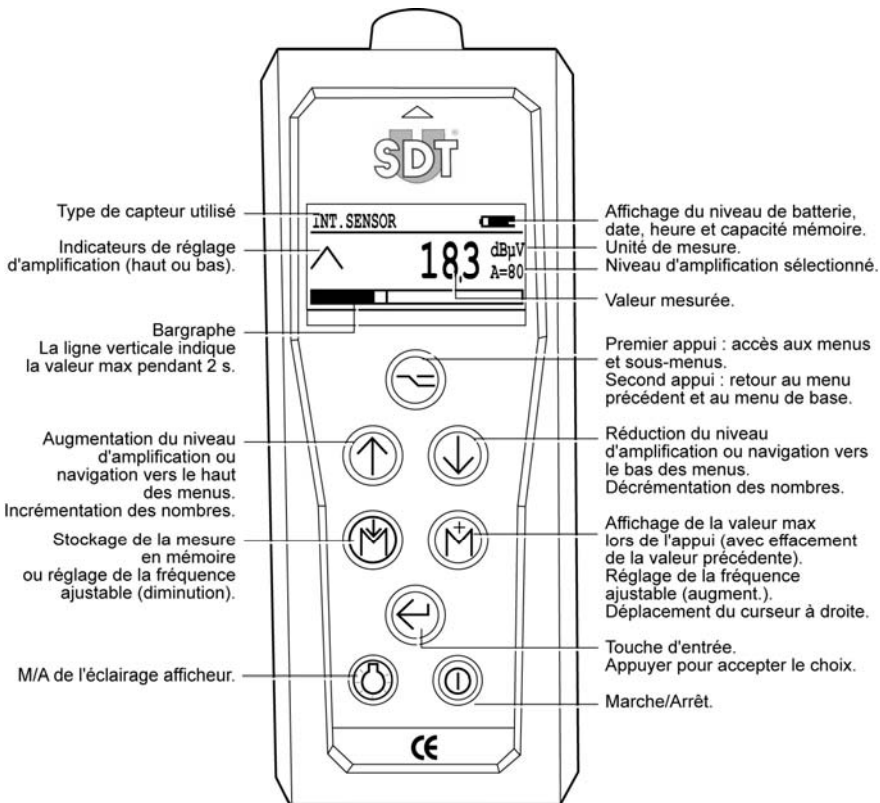

Figure 8 – Les fonctions de base du SDT 170
2. Mettez l'appareil en marche (fig. 8 page 18).